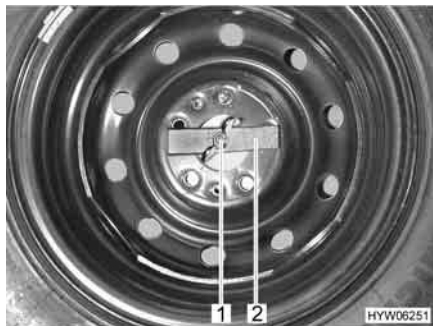

Fig. 130 Ruota di scorta nel gavone di coda
- Svitare manualmente il dado ad alette (Fig. 130,1) e rimuoverlo.
- Rimuovere la barretta di compressione (Fig. 130,2).